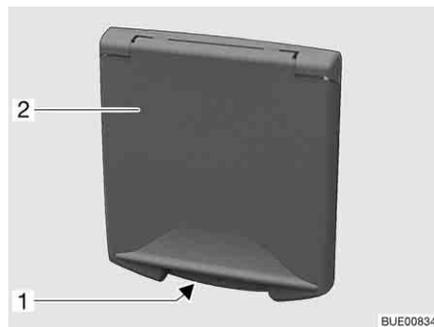

Fig. 51 Cierre a presión de la trampilla de servicio
- Introducir la llave en el cilindro de cierre del cierre a presión bajo llave (Fig. 51,1) y girarla un cuarto de vuelta. El cierre a presión está desbloqueado.
- Introducir la llave en el cilindro de cierre del cierre a presión bajo llave (Fig. 51,1) y girarla un cuarto de vuelta. El cierre a presión está bloqueado.